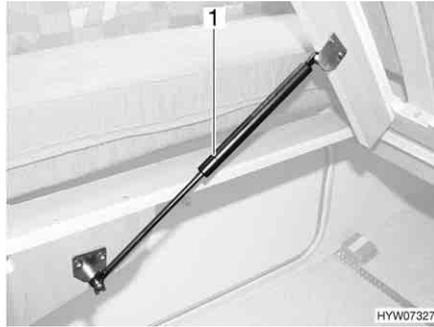

Fig. 113 Letto fisso
- Sollevare il telaio portamaterasso. Le molle a gas (Fig. 113,1) mantengono il telaio portamaterasso in posizione di apertura.